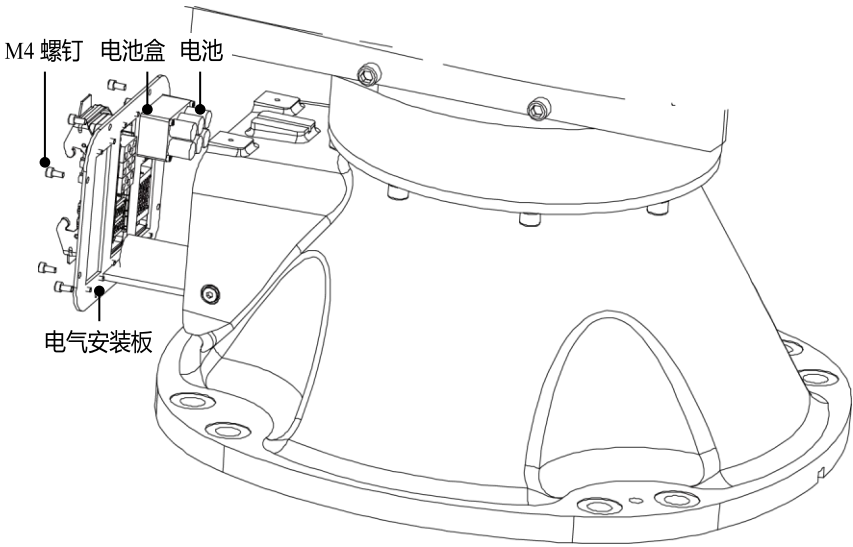

图 10-5 拆卸操作机电器安装面板
- 步骤3. 拆除 M4 螺钉，卸下操作机电气安装板，拆卸电池盒，如图 10-5 所示。